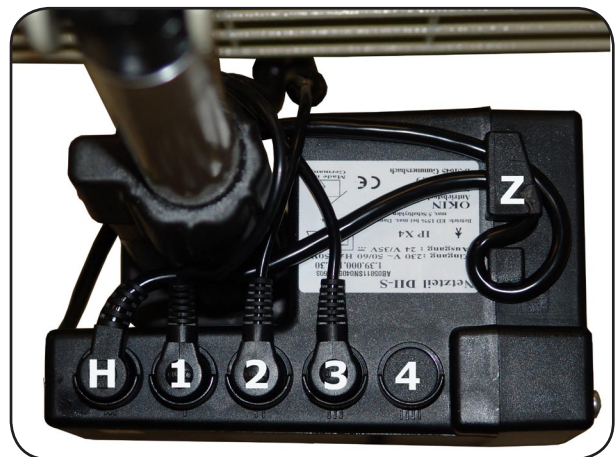

Abbildung 20
12. Schließen Sie die Handbedienung an die Steuerung an und montieren Sie die Zugentlastung (Abbildung 20).
13. Schließen Sie nun die Steckverbindungen für die Antriebe anhand der Abbildung 20 an.